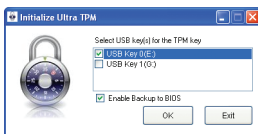

図 1
- Ultra TPM ユーティリティは、インストールされた後にシステムトレイに表示されます。TPM キーを作成しそれを USB フラッシュドライブに保存するには、Ultra TPM アイコンを右クリックし Initialize を選択します。図1の画面が表示されます。USB フラッシュドライブを選択し Enable Backup to BIOS (注2) チェックボックスをクリックするか、少なくとも 2 つの USB フラッシュドライブを選択します。OK をクリックし、Infineon セキュリティプラットフォーム設定ツールで作成したユーザーパスワード (注3) を入力します。OK をクリックして、USB フラッシュドライブまたは BIOS にキーを保存します。